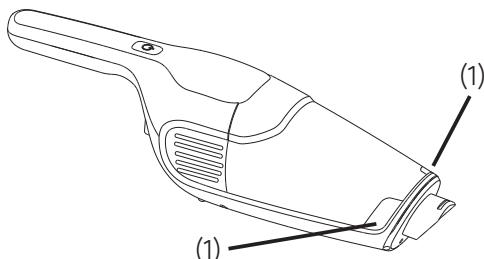

Fig. 6-1
- 1) Lossa tillbehöret från underenheten och tryck sedan samtidigt ned vänster och höger frigöringsknapp (2) på dammbehållaren (1) så att den lossnar från underenheten. (se Fig. 6-1)